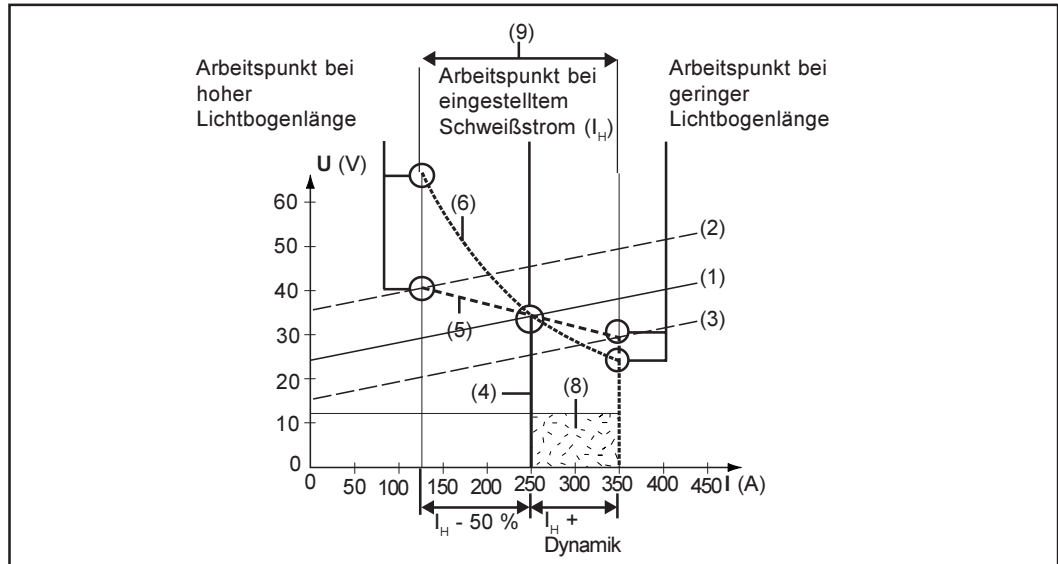

Abb.27 Einstellbeispiel:  $I_H = 250$  A, Dynamik = 50
- (1) Arbeitsgerade für Stabelektrode
- (2) Arbeitsgerade für Stabelektrode bei erhöhter Lichtbogen-Länge
- (3) Arbeitsgerade für Stabelektrode bei reduzierter Lichtbogen-Länge
- (4) Kennlinie bei angewähltem Parameter „con“ (konstanter Schweißstrom)
- (5) Kennlinie bei angewähltem Parameter „0,1 - 20“ (fallende Kennlinie mit einstellbarer Neigung)
- (6) Kennlinie bei angewähltem Parameter „P“ (konstante Schweißleistung)
- (7) Beispiel für eingestellte Dynamik bei angewählter Kennlinie (4)
- (8) Beispiel für eingestellte Dynamik bei angewählter Kennlinie (5) bzw. (6)
**Weiterführende Erklärungen (Abb.27)**